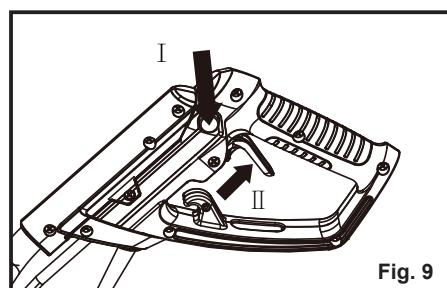

Fig. 9
7. Para poner en marcha la cultivadora, pulse primero el interruptor de seguridad y, a continuación, tire de la palanca del gatillo hacia arriba (Fig. 9). Para detener la cultivadora, basta con soltar la palanca del gatillo.